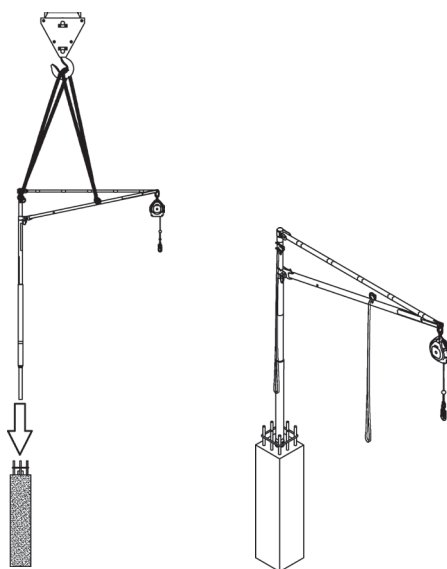

Figure 32. *Positionnement de l'ancrage SkyReach*
3. Vérifiez que les anneaux de sangle sont fixés correctement aux anneaux de levage du contreventement et du mât. Les deux anneaux de sangle doivent être utilisés, chacun fixé sur un anneau de levage. Fixez le crochet de la grue aux deux sangles et soulevez l'ancrage SkyReach. Retirez le bouchon en plastique du socle à encastrer, puis abaissez l'ancrage SkyReach dans le socle. Voir la Figure 32. Le cas échéant, le crochet SkyReach peut être utilisé pour guider l'ancrage SkyReach et le positionner, en l'accrochant sur le mât et en guidant l'ancrage jusqu'à la position souhaitée.